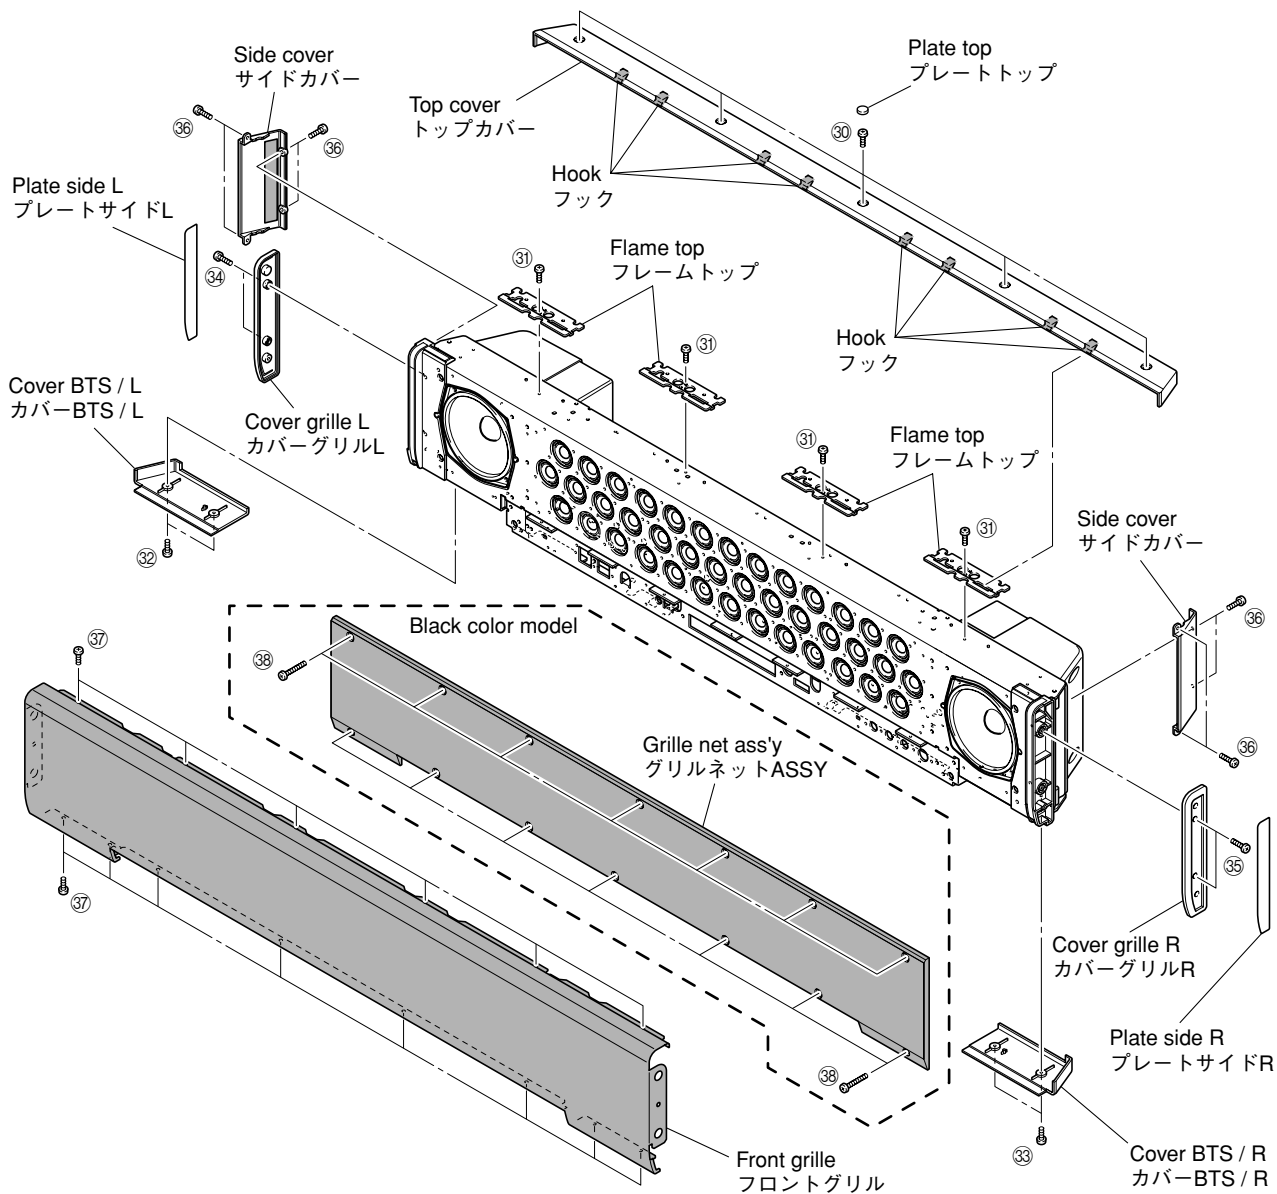

Fig. 13
- a. Remove the plate top and 5 screws (30). (Fig. 13)
- b. Lift up the rear of the top cover a little and after removing 8 hooks, remove it rearward. (Fig. 13)
- * To install the top cover, be sure to install 8 hooks at the front first and then install 5 screws (30). (Fig. 13)
- c. Remove 4 screws (31) and remove 4 top frames.
- d. Remove 2 screws (32) and then remove the cover BTS/L. (Fig. 13)
- e. Remove 2 screws (33) and then remove the cover BTS/R. (Fig. 13)
- h. Remove 2 screws (34) and then remove the cover grille L. (Fig. 13)
- i. Remove 2 screws (35) and then remove the cover grille R. (Fig. 13)
- j. Remove 8 screws (36) and remove 2 side covers. (Fig. 13)
- k. Remove 14 screws (37) and then remove the front grille. (Fig. 13)
- a. プレートトップを外し、30のネジ5本を外します。(Fig. 13)
- b. トップカバーの後ろを少し持ち上げ、フック8ヶ所を外し、後方へ取り外します。(Fig. 13)
- * トップカバーを取り付ける場合は、必ず前方のフック8ヶ所から取り付け、次に30のネジ5本を取り付けてください。(Fig. 13)
- d. 32のネジ2本を外し、カバー-BTS/Lを取り外します。(Fig. 13)
- e. 33のネジ2本を外し、カバー-BTS/Rを取り外します。(Fig. 13)
- h. 34のネジ2本を外し、カバーグリルLを取り外します。(Fig. 13)
- i. 35のネジ2本を外し、カバーグリルRを取り外します。(Fig. 13)
- j. 36のネジ8本を外し、サイドカバー2個を取り外します。(Fig. 13)
- k. 37のネジ14本を外し、フロントグリルを取り外します。(Fig. 13)
- a. Remove 14 screws (38). (Fig. 13)
- b. Remove grille net ass'y. (Fig. 13)
- a. 38のネジ14本を外します。(Fig. 13)
- b. グリルネットASSYを取り外します。(Fig. 13)